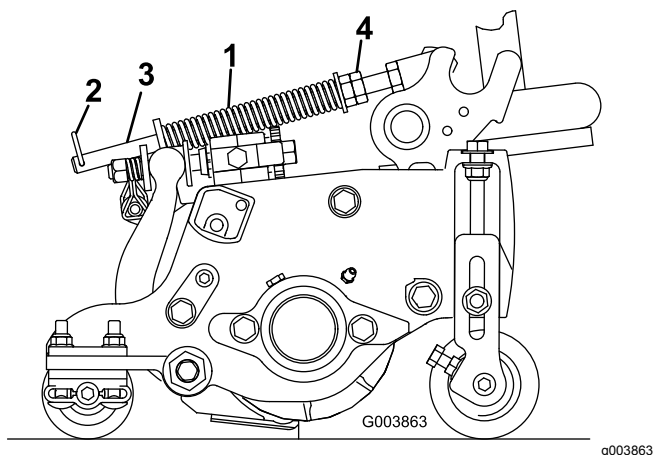

Figura 21
1. Verificate che la coppiglia sia montata nel foro posteriore dell'asta della molla (Figura 21).
compressa della molla non è di 15,9 cm; fate riferimento a Figura 21.